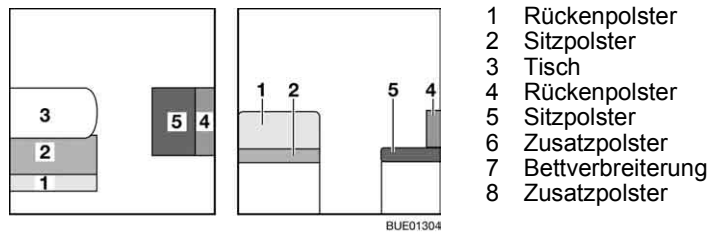

Bild 131 Vor dem Umbau
- Tisch (Bild 131,3) zum Bettunterbau umbauen (siehe Abschnitt 6.11).
- Das Rückenpolster (Bild 131,1) abnehmen und beiseite legen.